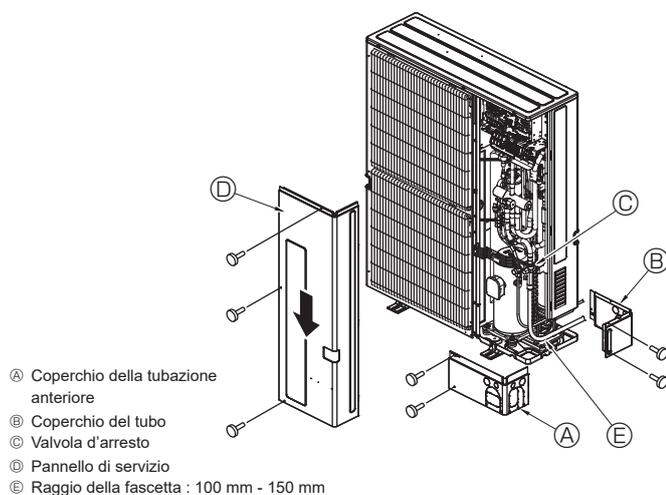

Fig. 4-8
4.5. Tubazione del refrigerante (Fig. 4-8)